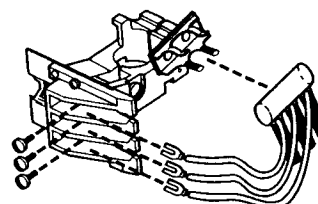

Figura 3
3. Rimuovere l'interruttore dai fermi "B". Vedere Figura 3.
6. Collegare i cavi dell'interruttore alla morsettiera "A" nelle stesse posizioni del gruppo originale. Vedere Figura 3.